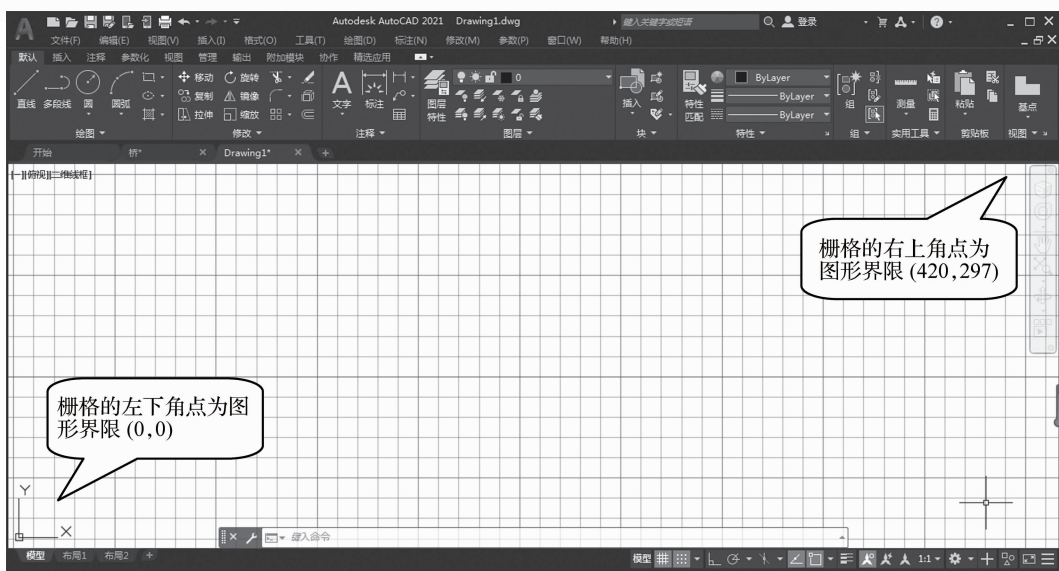

图 1-37 图形界限
- (1)在命令提示窗口中输入 limits 命令,然后按“Enter”键确认。
- (2)再按“Enter”键确认指定图形左下角点的坐标位置为(0,0)。
- (3)再按“Enter”键,系统会提示输入右上角的坐标,此时的坐标值为(420,297)。
- (4)单击绘图区域内“缩放”工具栏中的“全部缩放”按钮,使整个图形界限显示在屏幕上,如图 1-37 所示。
- (5)单击状态栏中的“栅格显示”按钮,系统将在所设置的绘图区域中显示栅格。